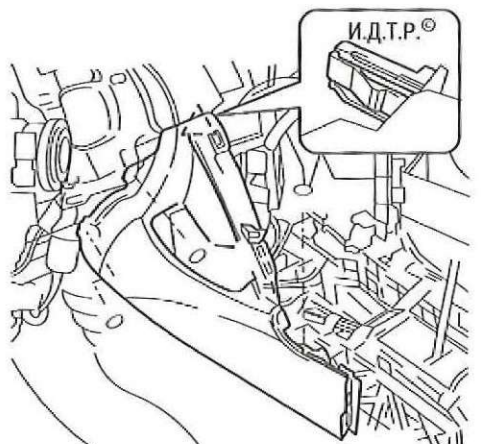

Рис. 6.19. Крепление передней облицовки вещевого ящика в облицовке тоннеля пола
21. Выверните три винта, и, преодолевая сопротивление фиксатора, снимите переднюю облицовку вещевого ящика тоннеля пола (рис. 6.19).